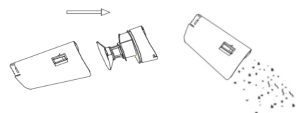

Bild 11
2. Ziehen Sie den Filtereinsatz aus dem Staubbehälter. Nun können Sie den Staubbehälter entleeren. (Bild 11)